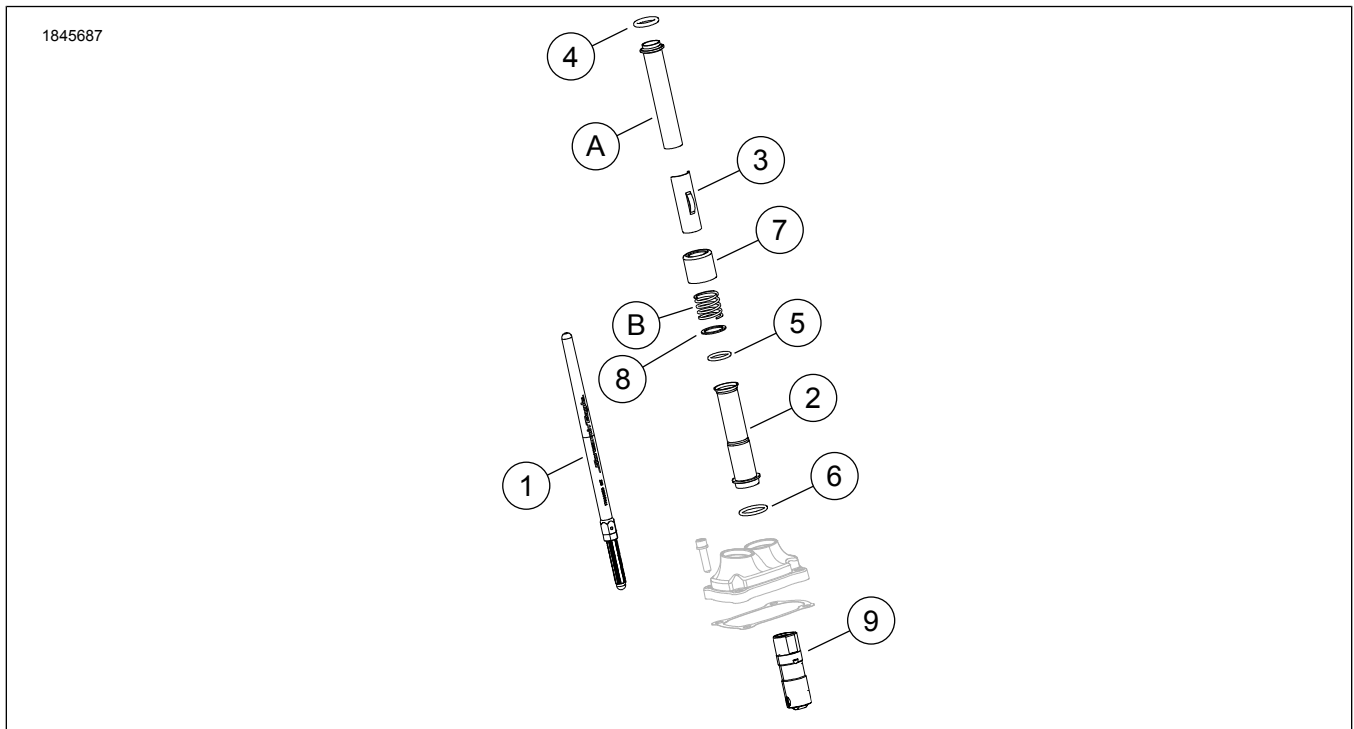
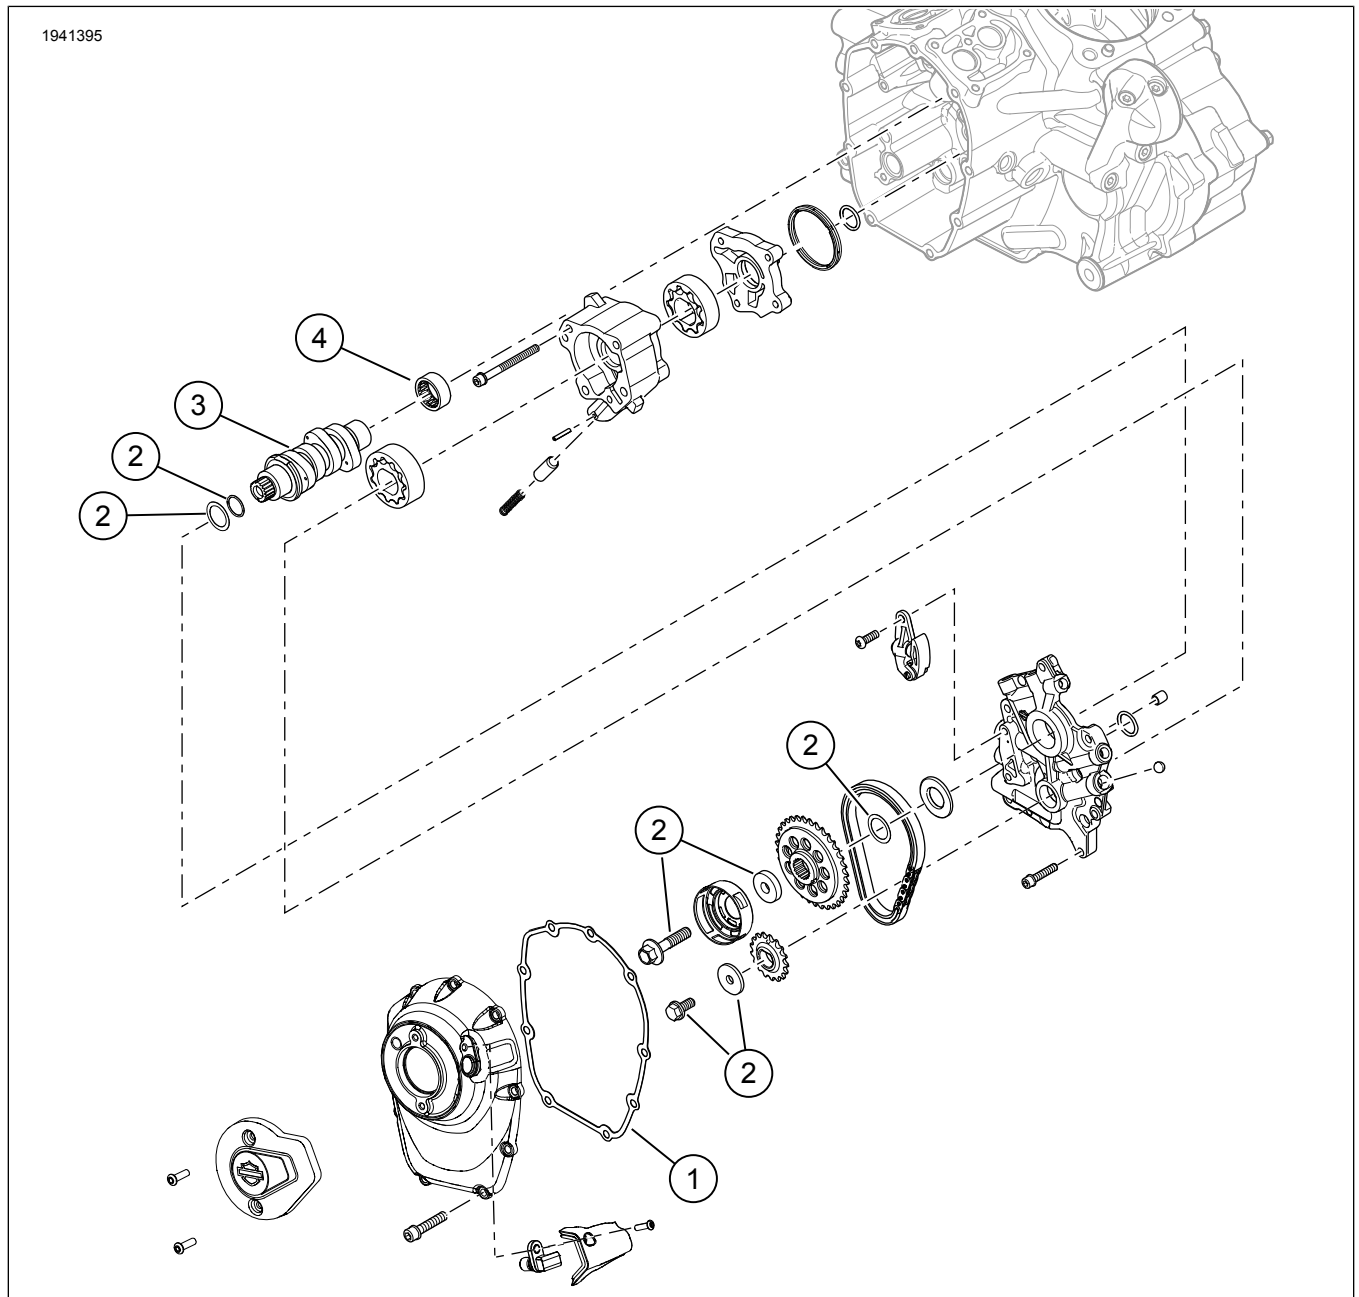

Abbildung 1. Inhalt des Satzes: Screamin' Eagle Milwaukee-Eight Stage 2 Satz
Abbildung 2. Inhalt des Satzes: Screamin' Eagle Milwaukee-Eight Stage 2 Satz
Siehe Abbildung 1 und Abbildung 2.
1. Abbildung 2 Die Ölpumpe einbauen. Siehe Werkstatthandbuch.